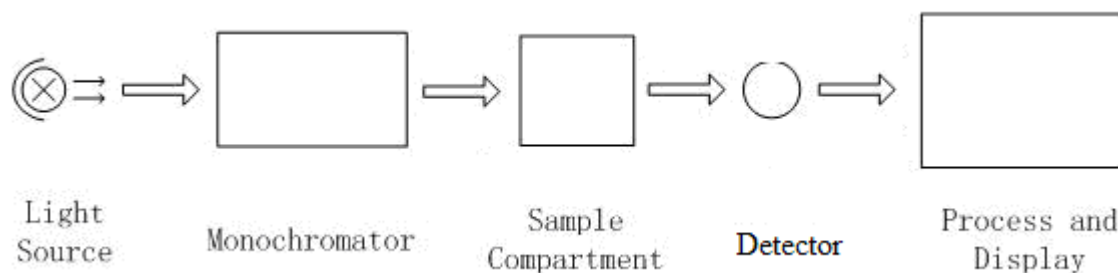

Fig 2.4 Diagrama de bloco do Espectrofotômetro
- 5) Um monitor digital para indicar a absorvência ou transmitância. O diagrama de blocos (Fig. 2.4) abaixo ilustra a relação entre estas partes.